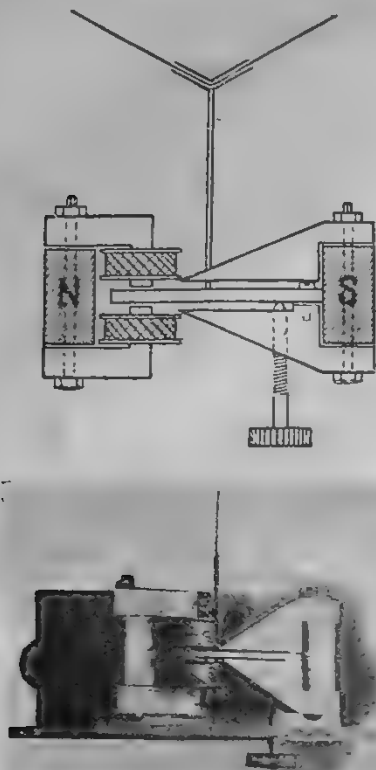

Рис. 4. Механизм адаптера.
Детали конструкции видны на рис. 4 и 5. К одному полюсу сильного подковообразного магнита прикрепляются сквозным болтом г-образные полюсные наконечники, собранные из отдельных пластинок, вырезанных из мягкого отожженного железа. Поперечное сечение такого полюсного наконечника равно 72 кв. мм (12×6). На каждый из полюсных наконечников насаживаются или прямо наматывается катушка, имеющая
4.000–5.000 витков эмалированной проволоки 0,05. К другому полюсу прикрепляются два железные плоские башмака (видны на рис. 4). В верхнем сделан вырез для прохода иглы, соединяющей вибратор с конусом или иным воспроизводящим предметом (рис. 5). В нижнем сделано нарезное отверстие для регулировочного винта и к нему же прикрепляется вибратор изготовленный из 1½–2 мм мягкого отожженного железа. Игла прикрепляется точно посредине вибратора. Между башмаками остается достаточная для свободной вибрации язычка щель. Весь механизм заключен в небольшой, точно сделанный по размерам магнита, деревянный ящик, снаружи которого помещены клеммы, головка регулировочного винта; из него наружу выходит также конец иглы. В этом виде прибор имеет в полне законченную конструкцию и может присоединяться своей иглой к любому предмету, находящемуся в комнате радиолюбителя, лишь бы хватило шнурадо приемника. На рис. 6 видно устройство простого и дешевого конуса, дающего в соеди-